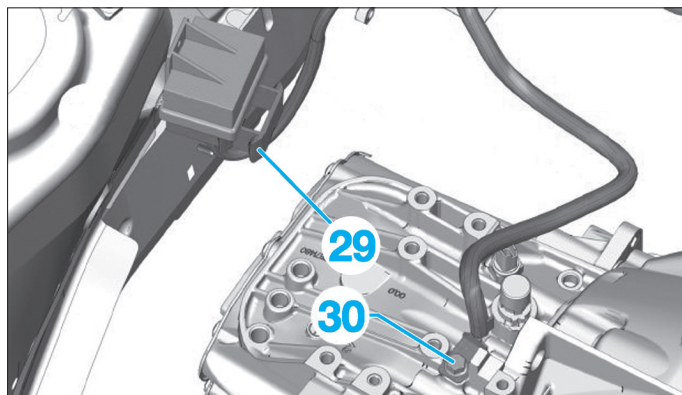

Fig. 73
- la vis de fixation du câble de masse (30),
- Déconnecter le connecteur (29) (**Fig.73**) du boîtier de préchauffage.